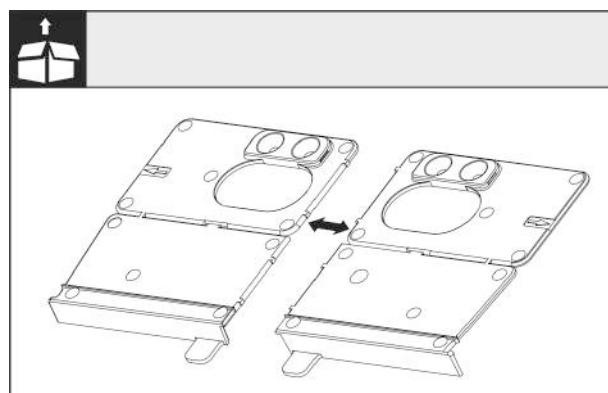

Fig. 27
► Отделите дно монтажного угла Fig. 27 Ø на перфорации.